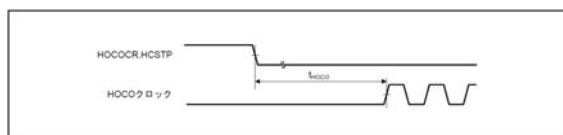

図 35.25 HOCO クロック発振開始タイミング (HOCOEN.HCSTP ビット設定による発振開始)
- Page1079 「図 35.25 HOCO クロック発振開始タイミング (HOCOEN.HCSTP ビット設定による発振開始)」を追加します。